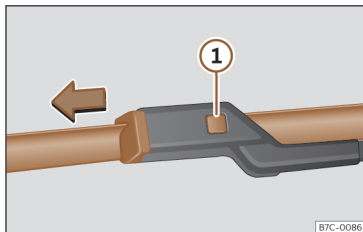

Fig. 215 Substituição das escovas do limpa-vidros.
- Mantenha pressionado o botão de desbloqueio >>> Fig. 215 ① puxando ligeiramente pela escova no sentido da seta.